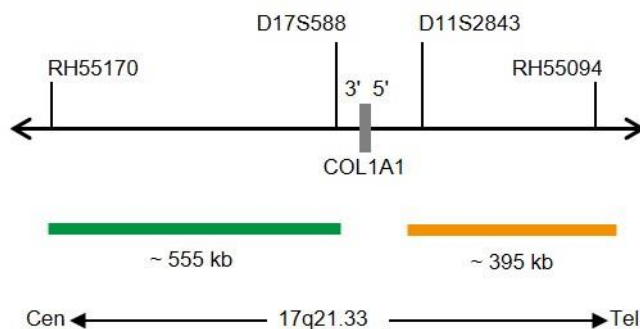

Fig. 1: SPEC COL1A1 Mapa de la sonda (no está a escala)
- Polinucleótidos marcados en verde (excitación a 503 nm/emisión a 528 nm) ZyGreen (~10 ng/ μ l), dirigidos a secuencias localizadas en 17q21.33* (chr17:47,669,218-48,223,465) proximales a la región del punto de ruptura de COL1A1 (ver Fig. 1).
- Polinucleótidos marcados en naranja (excitación a 547 nm/emisión a 572 nm) ZyOrange (~4,5 ng/ μ l), dirigidos a secuencias localizadas en 17q21.33* (chr17:48,347,800-48,744,021) distales a la región del punto de ruptura de COL1A1 (ver Fig. 1).